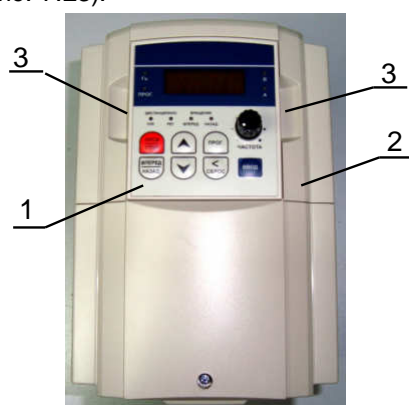

Рис.7.23.
7.11.1. Установить пульт управления 1 в верхнюю часть корпуса 2, приложив рукой усилие вниз до щелчка фиксаторов 3 (рис. 7.23).